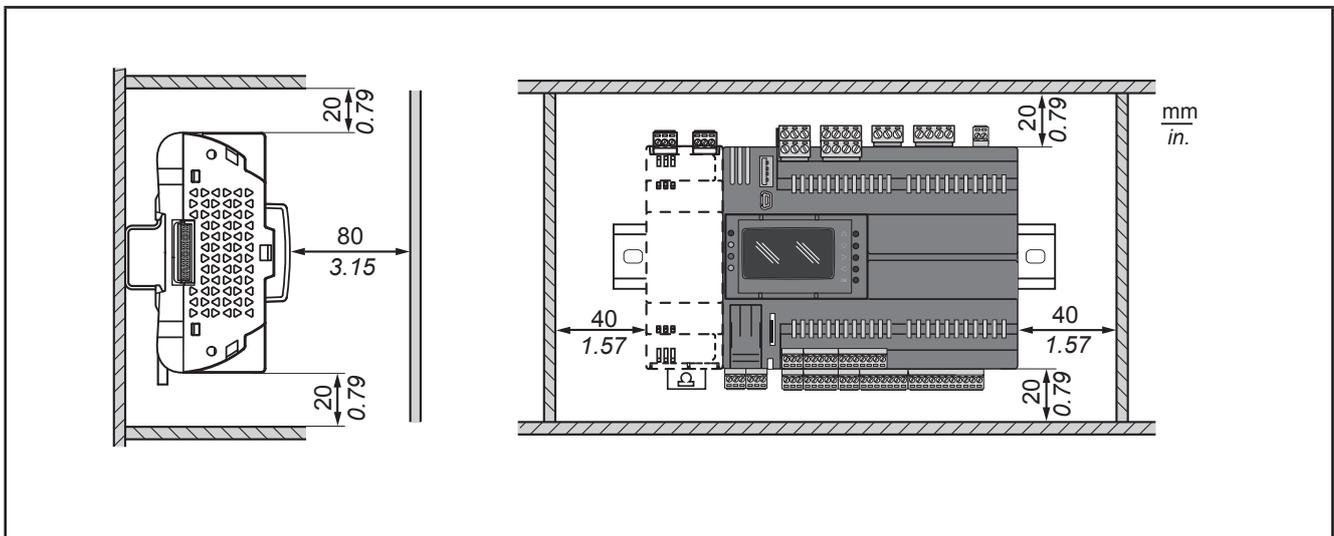

Рис. 6. Расстояния или зазоры
Контроллер компрессорных централей **EWCM 9000 PRO (HF) CO₂** разработан как прибор с классом IP20 и должен устанавливаться в корпус. Соблюдайте указанные зазоры при установке прибора (см Рис. 6 на странице 22).